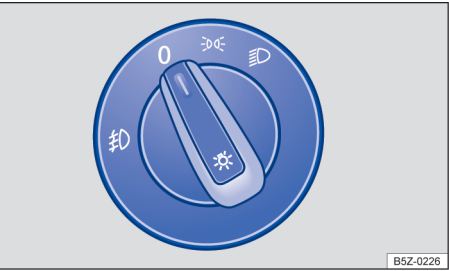

Fig. 67 No painel: interruptor das luzes.
Girar o interruptor rotativo das luzes → Fig. 67 para a posição desejada:
- Ligar o farol de neblina : o interruptor rotativo das luzes → Fig. 67 deve estar na posição ou . Puxar o interruptor até o primeiro engate.